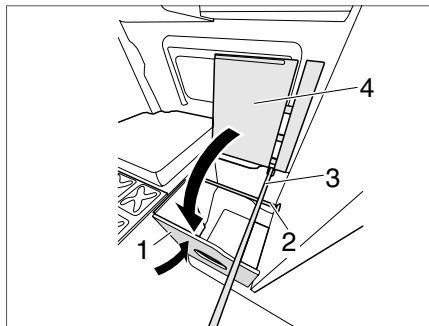
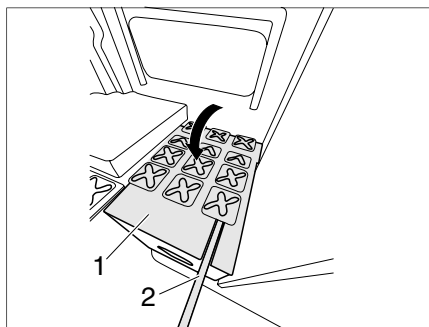

Bild 40 Doppel-Schlafplatz
Bild 41 Unterlage, seitlich
- ▶ Stange (Bild 40,2) zwischen Dusche und Korpus einhängen.
- ▶ Alu-Strebe (Bild 40,3) einhängen.
- ▶ Schottwand (Bild 40,1) schwenken.
- ▶ Unterlage, seitlich (Bild 40,4 bzw. Bild 41,1) aushängen und nach unten auf die Alu-Strebe (Bild 40,3 bzw. Bild 41,2) klappen.